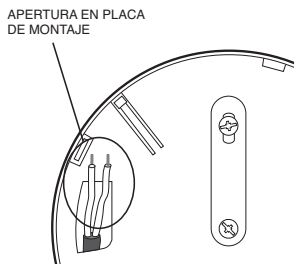

Figura 9b
2. Introduzca el cable a través de la abertura en la placa de montaje (antes de atornillarla al techo), como se indica en la Figura 9b.